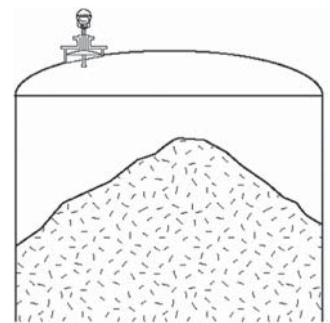

Рис.13.
**Пример 5 (рис.13).** Уровнемеры 5600 широко используются для измерений уровня твердых и сыпучих материалов, обладающих чрезвычайно малой диэлектрической постоянной, и, соответственно, малым коэффициентом отражения радарных импульсов, таких как цемент. Подобное применение требует использования антенны, обеспечивающей наибольшую чувствительность и позволяющей улавливать и распознавать слабые эхо-сигналы (параболическая антенна 18").